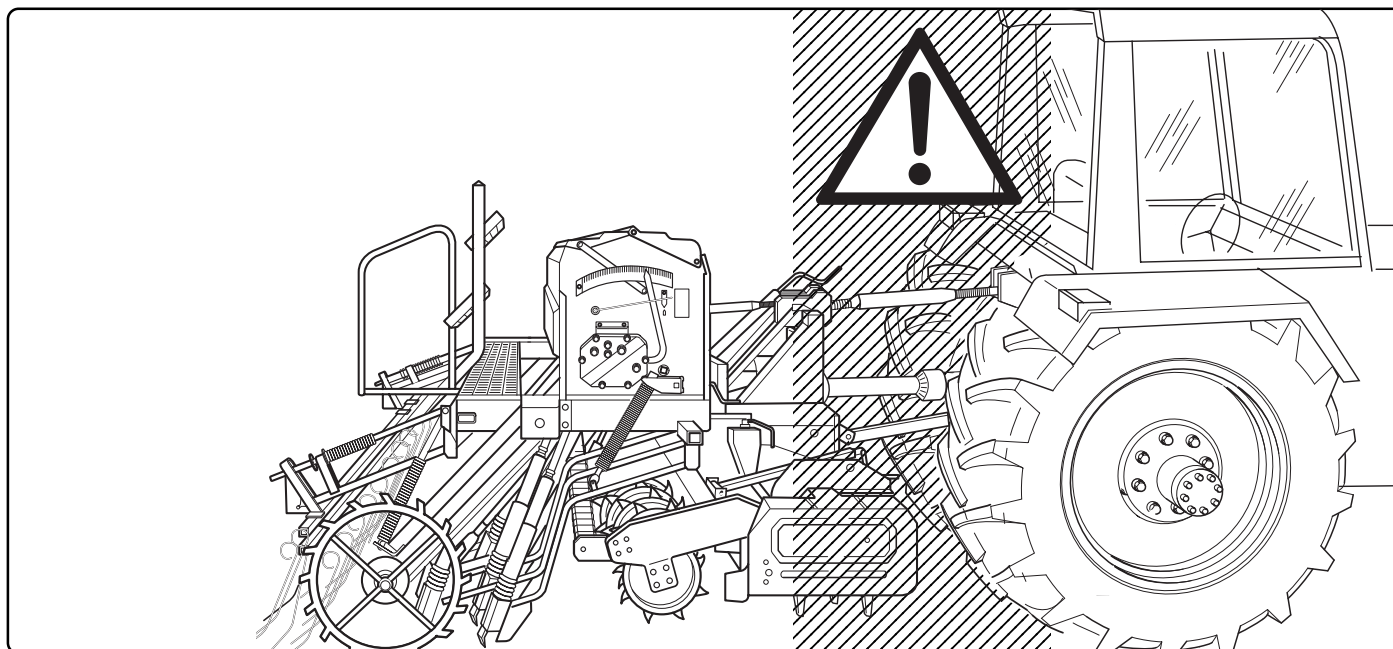

Fig. 2
- 29) È assolutamente vietato interporre fra il trattore e l'attacco per manovrare il comando dall'esterno per il sollevamento (Fig. 2).
- 29) *It is absolutely forbidden to stand between the tractor and linkage for maneuvering the lifting controls from the outside (Fig. 2).*
- 29) Es ist absolut verboten, zwischen den Schlepper und den Anschluss zu treten, um die Aushebung von aussen zu betätigen (Abb. 2).
- 29) *Il est absolument interdit de se mettre entre le tracteur et l'attelage pour manoeuvrer la commande de levage de l'extérieur (Figure 2).*
- 29) Está absolutamente prohibido ponerse entre el tractor y el gancho para efectuar maniobras, desde afuera, con el mando para la elevación (Fig. 2).